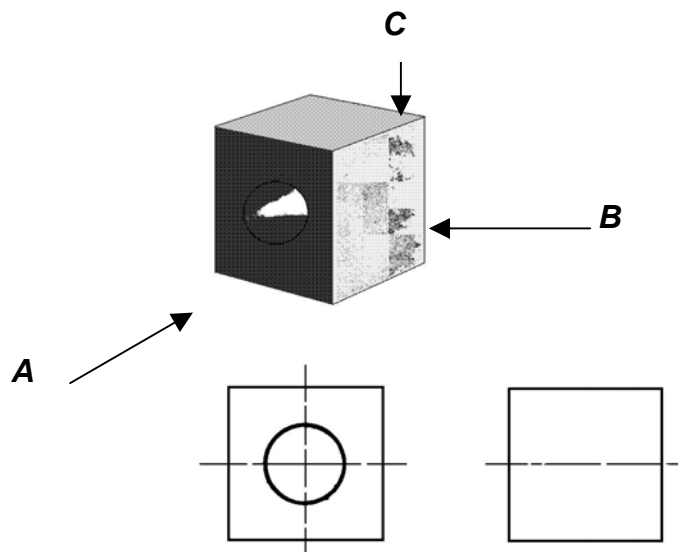

Figure 1.77
- 2) Choisir les vues (voir figure 1.77).